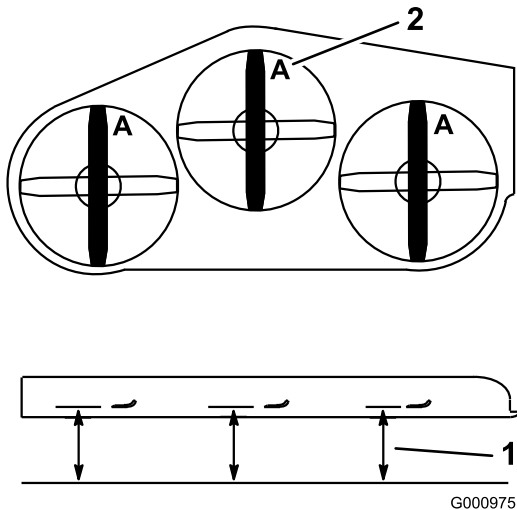

Figura 81
3. Gire las cuchillas hasta que los extremos estén orientados hacia adelante y hacia atrás (Figura 81). Mida desde una superficie nivelada hasta el filo de corte, posición **A**, de las cuchillas (Figura 81). Anote esta dimensión.